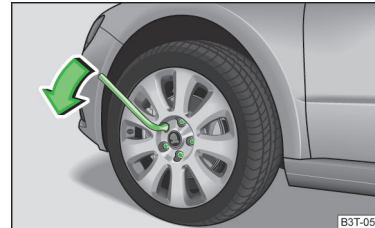

Fig. 182
- Prindeți cu mâna capătul cheii și rotiți șurubul aproximativ o rotație în sensul săgeții » fig. 182.
- Prindeți cheia de capăt și rotiți șurubul în sens opus săgeții » fig. 182, până când se strânge ferm.